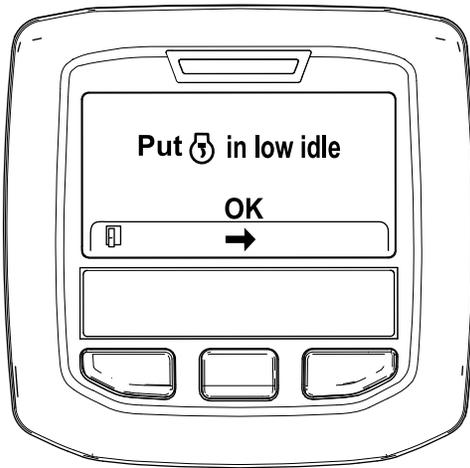

Figura 37
6. Spostate il comando dell'acceleratore in posizione di MINIMA INFERIORE e premete il pulsante centrale (Figura 37).